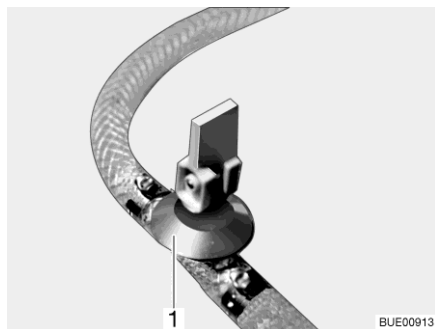

Fig. 241 Robinet de vidange
- Fermer le(s) robinet(s) de vidange. Placer le levier à bascule (Fig. 241,1) en position horizontale.
- Ouvrir le(s) robinet(s) de vidange (Fig. 241). Pour cela, placer le levier à bascule (Fig. 241,1) en position verticale. Le chauffe-eau se vide à l'extérieur.